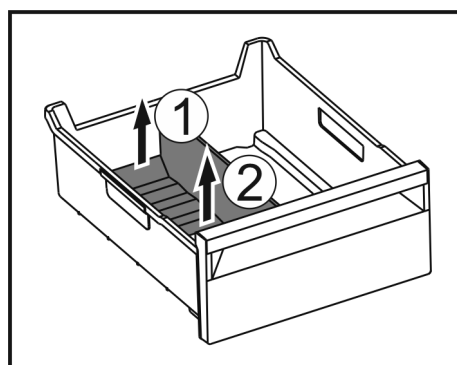

Fig. 169
- Zvedněte zadní část přepážky přihrádky na led. Fig. 169 (1)
- Přepážku přihrádky na led vyjměte nahoru. Fig. 169 (2)